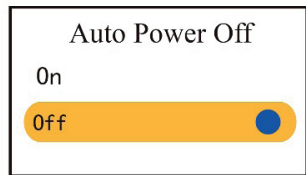

Figura 4.10E Configuración apagado automático
- **Auto power off (Apagado automático):** Para activar/Desactivar el modo de Apagado Automático, la configuración predeterminada de fábrica es “On” (encendido), como se muestra en la Figura 4.10E.